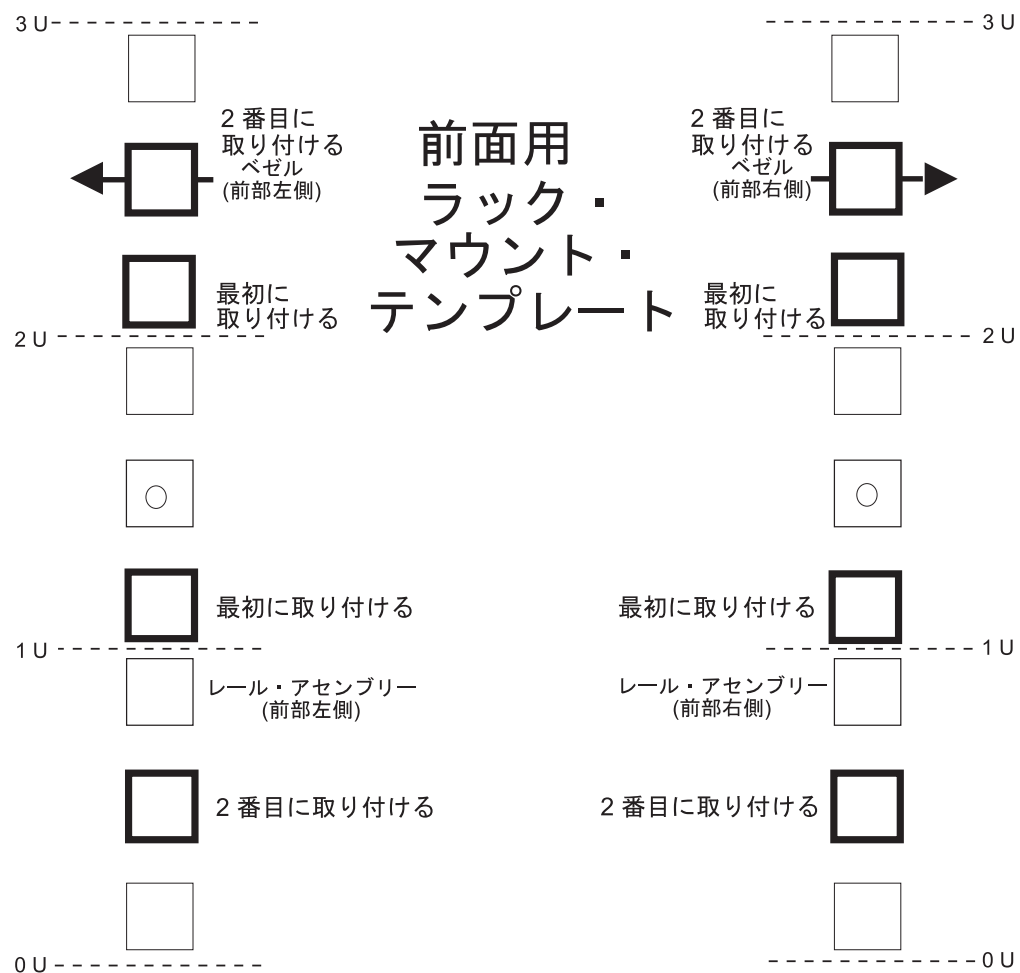
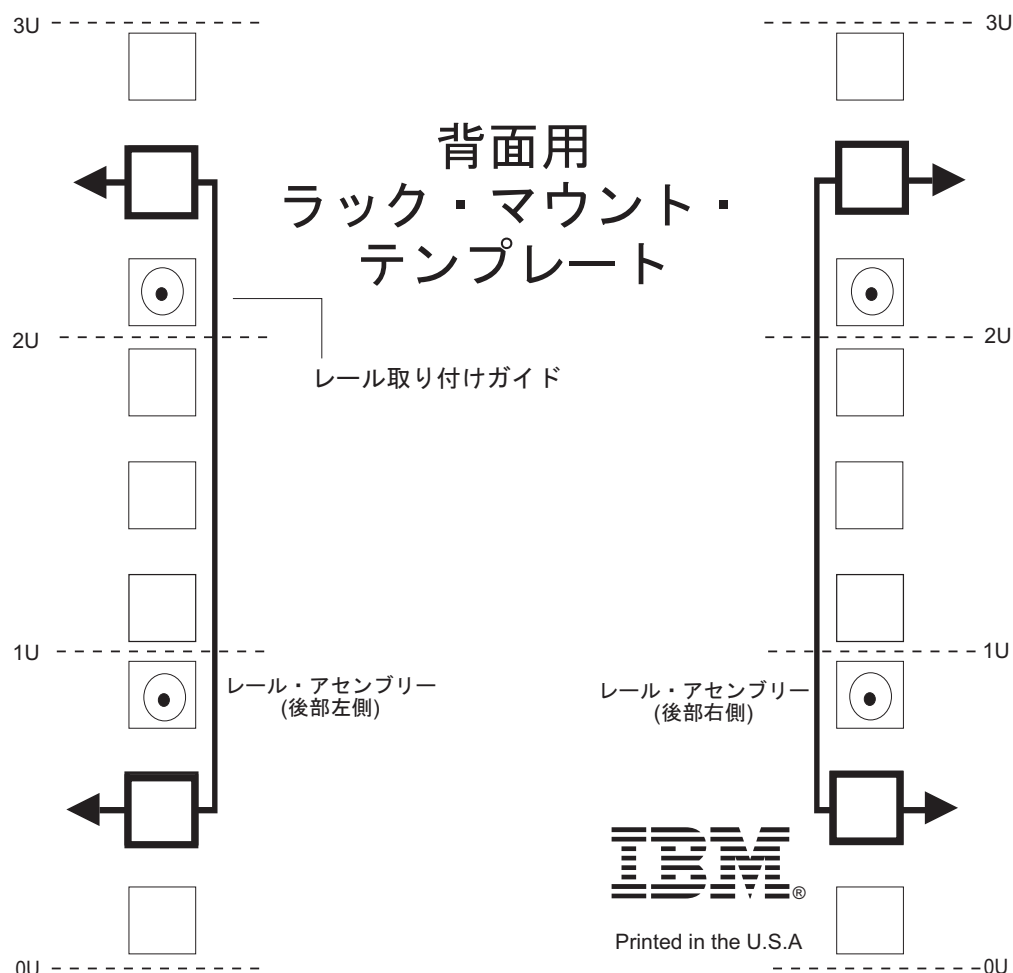

図 12. 前面用ラック・マウント・テンプレート
図 13. 背面用ラック・マウント・テンプレート
サポート・レールと DS3950 ストレージ・サブシステムをラック・キャビネットにマウントする際に M5 ねじを挿入する場合は、次のテンプレート (41 ページの図 12 および 42 ページの図 13) を使用して、正しい位置を確認してください。テンプレートでは、M5 ねじの位置が強調表示されています。
重要: ラック・マウント・テンプレートの複製コピーは、195 ページの『付録 B. ラック・マウント・テンプレート』に記載されています。テンプレートを本書から切り取る場合は、195 ページの『付録 B. ラック・マウント・テンプレート』のコピーを使用してください。サポート・レールと DS3950 ストレージ・サブシステムをラック・キャビネットにマウントする際に M5 ねじを挿入する場合は、前出のテンプレート (41 ページの図 12 および 42 ページの図 13) を使用して、正しい位置を確認してください。テンプレートでは、M5 ねじの位置が強調表示されています。
- レールのへりの線がストレージ・サブシステムの下部と並んでいます (42 ページの図 13 の 0 U 境界)。
- 注: 必ず、41 ページの図 12 で最初に取り付ける というラベルが付いているねじを取り付けてください。